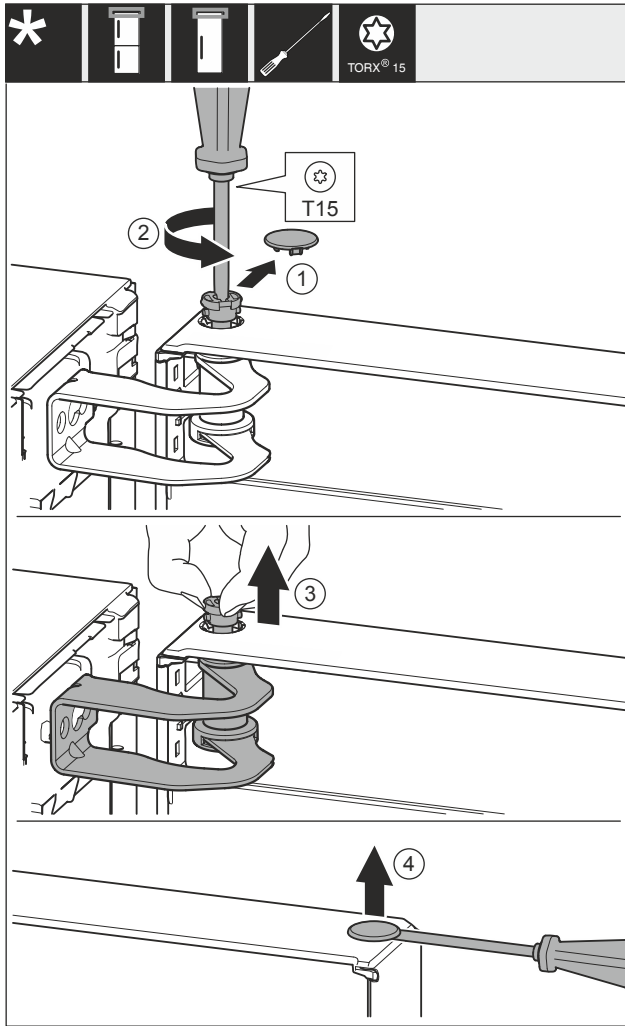

Fig. 12
- ▶ 小心地移除盖板 Fig. 12 (1)。
- ▶ 用螺丝刀拧下一枚螺栓 Fig. 12 (2)。
- ▶ 用手指拔出螺栓 Fig. 12 (3)。
- ▶ 用螺丝刀小心地抬起并移除盖板 Fig. 12 (4)。